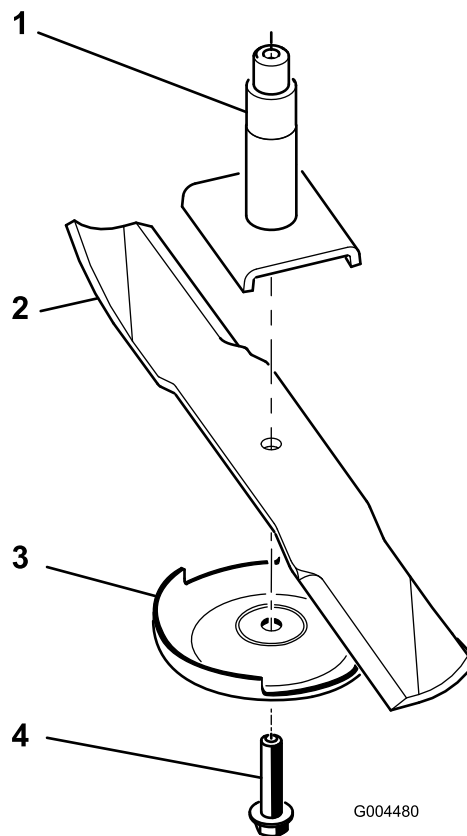

図 77
注 ブレードが水平に停止すればバランスがとれているからそのまま使用してよい。もし傾くようなら、重い方の裏面を少し削って調整する 図 77。バランスがとれるまで調整する。
1. スピンドルシャフトにブレードを取り付ける(図 77)。
2. 芝刈り防止プレートとブレードボルトを取り付ける 図 77。